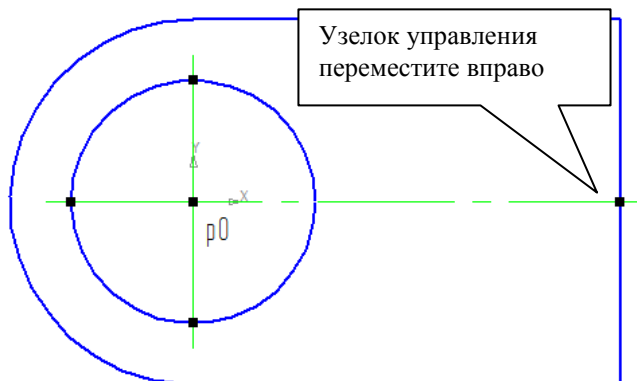

Рис.14
11) Для построения горизонтальной оси симметрии отредактируйте горизонтальную ось симметрии построенной окружности. Для этого щелкните мышью в любом месте осевых линий (оси окрасятся в зеленый цвет и на них выделятся черные квадратики – узелки управления). Щелкните мышью на правом узелке и, не отпуская клавишу мыши, переместите его вправо до контура детали (рис.14). Отпустите клавишу. Таким же образом переместите левый узелок. После этого щелчком в любом свободном месте чертежа снимите выделение со значка.